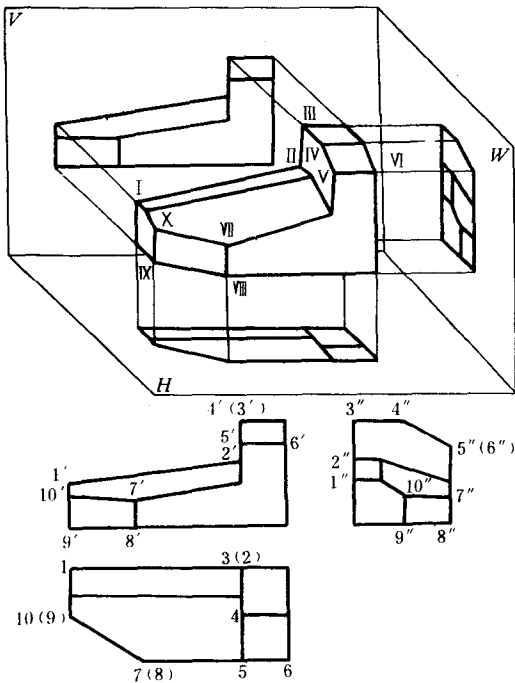
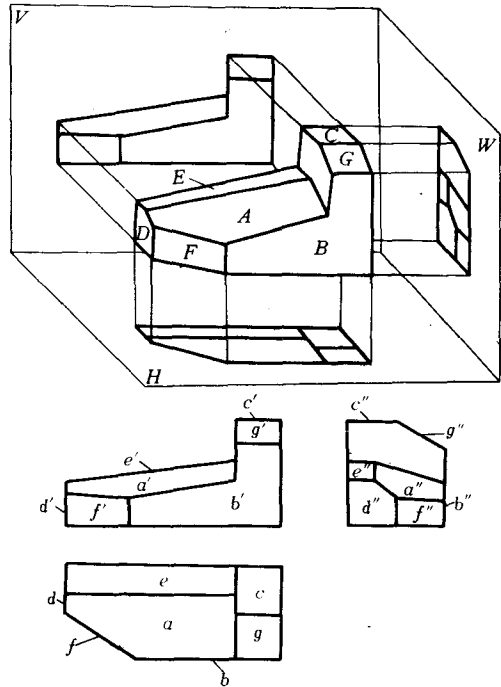

图 1-5 直线在三投影面上的投影
图 1-6 平面在三投影面上的投影
1) 直线在三投影面中的投影 如图 1-5 所示。
① 一般位置直线 如 VII X 直线。投影特性是：在三个投影面上的投影均为倾斜的线，且线长小于实长。
② 投影面平行线 分三种：正平线，如 I II 直线；水平线，如 VIII IX 直线；侧平线，如 IV V 直线。投影特性是：在所平行的投影面上的投影是一条斜线，反映实长，其余两个投影是横平线或竖直线，且不反映实长。
③ 投影面垂直线 分三种：正垂线，如 III IV 直线；铅垂线，如 VII VIII 直线；侧垂线，如 V VI 直线。投影特性是：在所垂直的投影面上的投影积聚成一点，其余两投影是横平线或竖直线且反映实长。
2) 平面在三投影面中的投影，如图 1-6 所示。